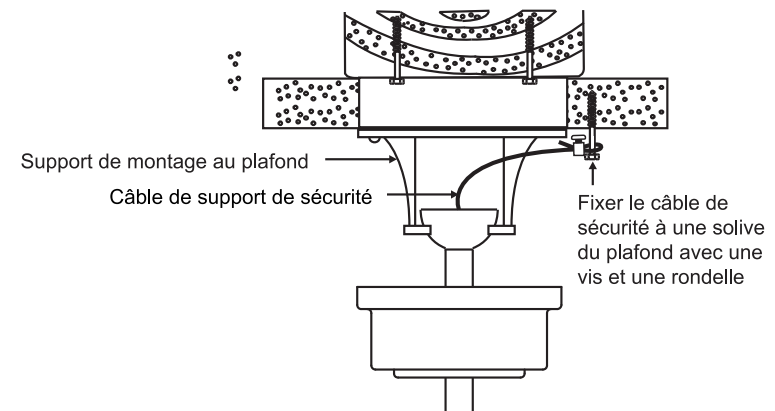

Fig. 11
Étape 1. Fixez la vis à bois et les rondelles fournies à la solive de plafond à côté du support de montage. **À** mais ne serrez pas. (Fig. 11)